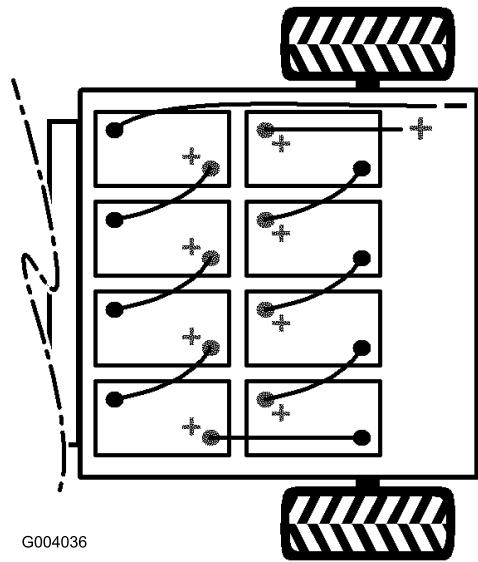

Figura 38
- Scollegate il cavo negativo principale della batteria (nero) che collega la serie di batterie al punto di messa a terra della macchina (Figura 38).
- Scollegate il cavo positivo principale della batteria (rosso) che collega la serie di batterie al fusibile principale della macchina (Figura 38).
**Nota:** Prestate attenzione alla polarità delle batterie quando montate le batterie nuove (Figura 38).
- Collegate le batterie come mostrato in Figura 38 con i cavi interconnessi alle batterie rimossi al punto 1.
- Collegate il cavo positivo principale (rosso) della batteria tra la serie di batterie e la macchina (Figura 38).
- Collegate il cavo negativo principale (nero) della batteria tra la serie di batterie e la macchina (Figura 38).